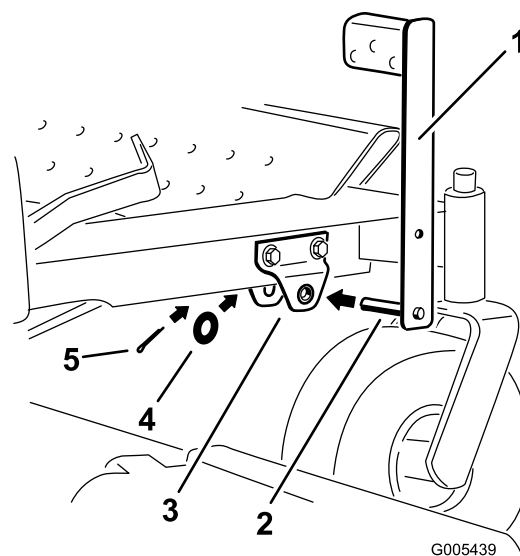

Bild 7
- Montieren Sie das Fußpedal an den vorderen Halterungen (Bild 7). Setzen Sie den Stift des Pedals in die Löcher in der Halterung mit den Bundbuchsen ein.
5. Befestigen Sie das Pedal mit 2 flachen Scheiben (Innendurchmesser 17/32 Zoll) und einem Splint (Bild 7).